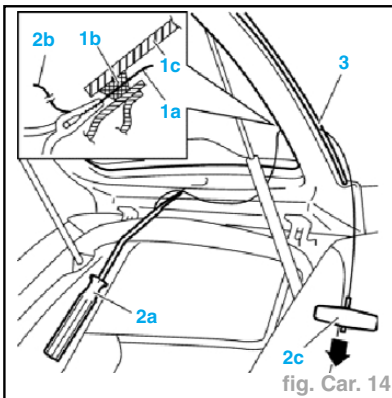

fig. Car. 14
- A l'aide d'une pince, introduire une extrémité (1a) du fil harmonique à travers le cordon de mastic (1b) fixant la lunette AR (1c) (fig. Car. 14).